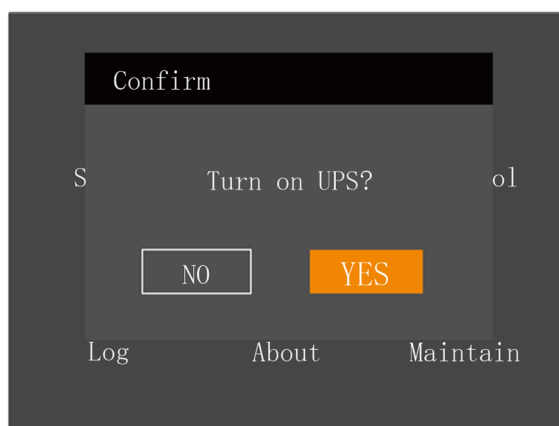

Figura 5-5 Encendido del SAI
4. Una vez que haya configurado los parámetros correspondientes, pulse el botón de alimentación durante dos segundos de manera que aparezca en la pantalla LCD el cuadro de diálogo que se muestra en la Figura 5-5.